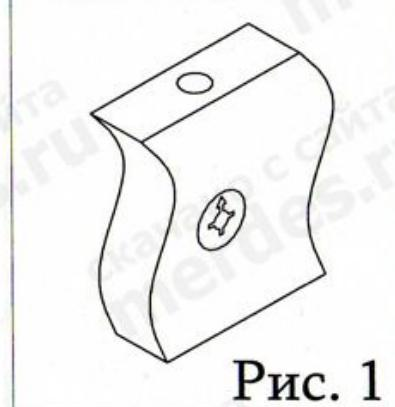

Рис. 1
Взять стенку заднюю выдвижного ящика 8 и забить в соответствующие отверстия шканты (1). Соединить боковины ящика 6 и 7 с задней стенкой 8. Фиксацию производить при помощи евровинтов (6). Далее положить каркас ящика на заднюю стенку 8 и забить шканты (1) в соответствующие торцевые отверстия на боковинах ящика 6 и 7, и вставить стяжки растекс (3) (см.рис.1). После этого вставить дно ящика 10 в пазы на каркасе ящика, таким образом, чтобы дно ящика 10 вошло в паз на стенке задней ящика 8. Далее закрутить в переднюю панель ящика 9 в имеющиеся муфты дюбеля стяжек-растекс (4). Соединить переднюю панель ящика 9 с каркасом . Фиксацию произвести путем поворота стяжки (3) по часовой стрелки. Далее к передней панели 9 прикрепить ручку (12) . Аналогичным образом собрать остальные ящики.